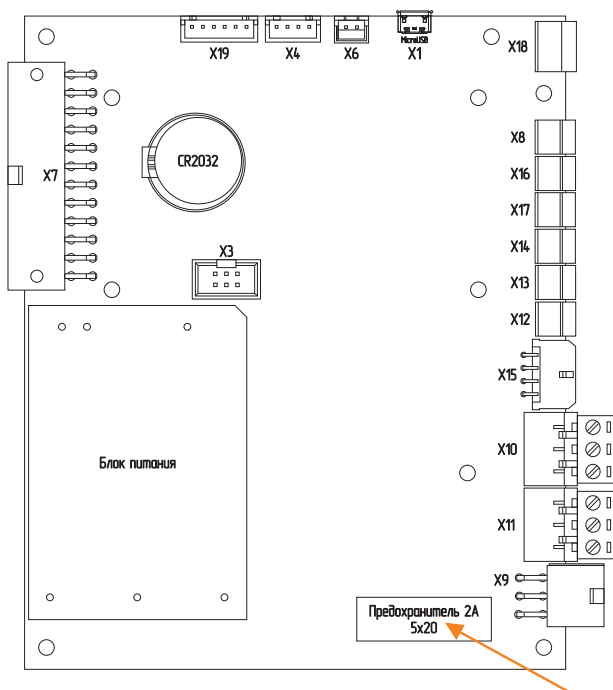

Рис. 11 Плата контроллера
3. Замените предохранитель **Рис. 11** (запасной предохранитель в базовой комплектации котла).